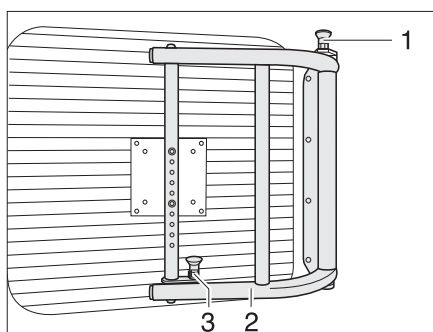

Fig. 63 Bras pivotant pour écran plat
- Tirer les boutons de déverrouillage (Fig. 63,1 et 3) vers le haut pour déverrouiller le bras pivotant.
- Faire pivoter l'écran plat et son support (Fig. 63,2) dans la position souhaitée.